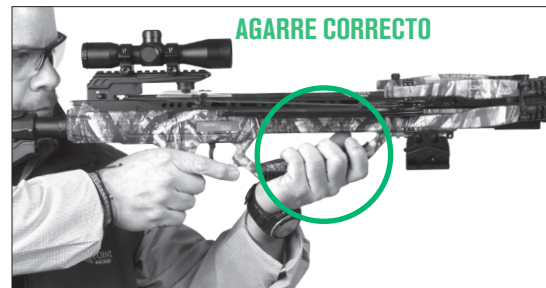

FIGURE 19
- Mantenga siempre los dedos por debajo de la ruta del recorrido de la cuerda del arco. (Fig. 19)
- Todos los participantes deben usar protección ocular cuando estén tirando. Con la ballesta apuntada hacia el campo de tiro, colóquesela en el hombro y ponga la mano en la culata con los dedos colocados en la empuñadura delantera, debajo de la ruta del recorrido de la cuerda. (Fig. 19)
**ADVERTENCIA:** NUNCA COLOQUE PARTE ALGUNA DEL CUERPO (INCLUIDAS LAS MANOS O LOS DEDOS) EN EL TRAYECTO DEL RECORRIDO DE LA CUERDA O LOS CABLES DE LA BALLESTA. MANTENGA LA MANO DELANTERA EN TODO MOMENTO EN EL GUARDAMANO DE LA CULATA POR DEBAJO DEL RECORRIDO DE LA CUERDA Y LOS CABLES (VEA LA FIG. 19). NO RESPETAR ESTA ADVERTENCIA PUEDE OCASIONAR LESIONES GRAVES O LA MUERTE.